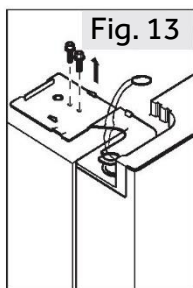

Fig. 13
3. Afloje los tornillos que sujetan la bisagra superior en su posición y, a continuación, retire la bisagra (Fig. 13).